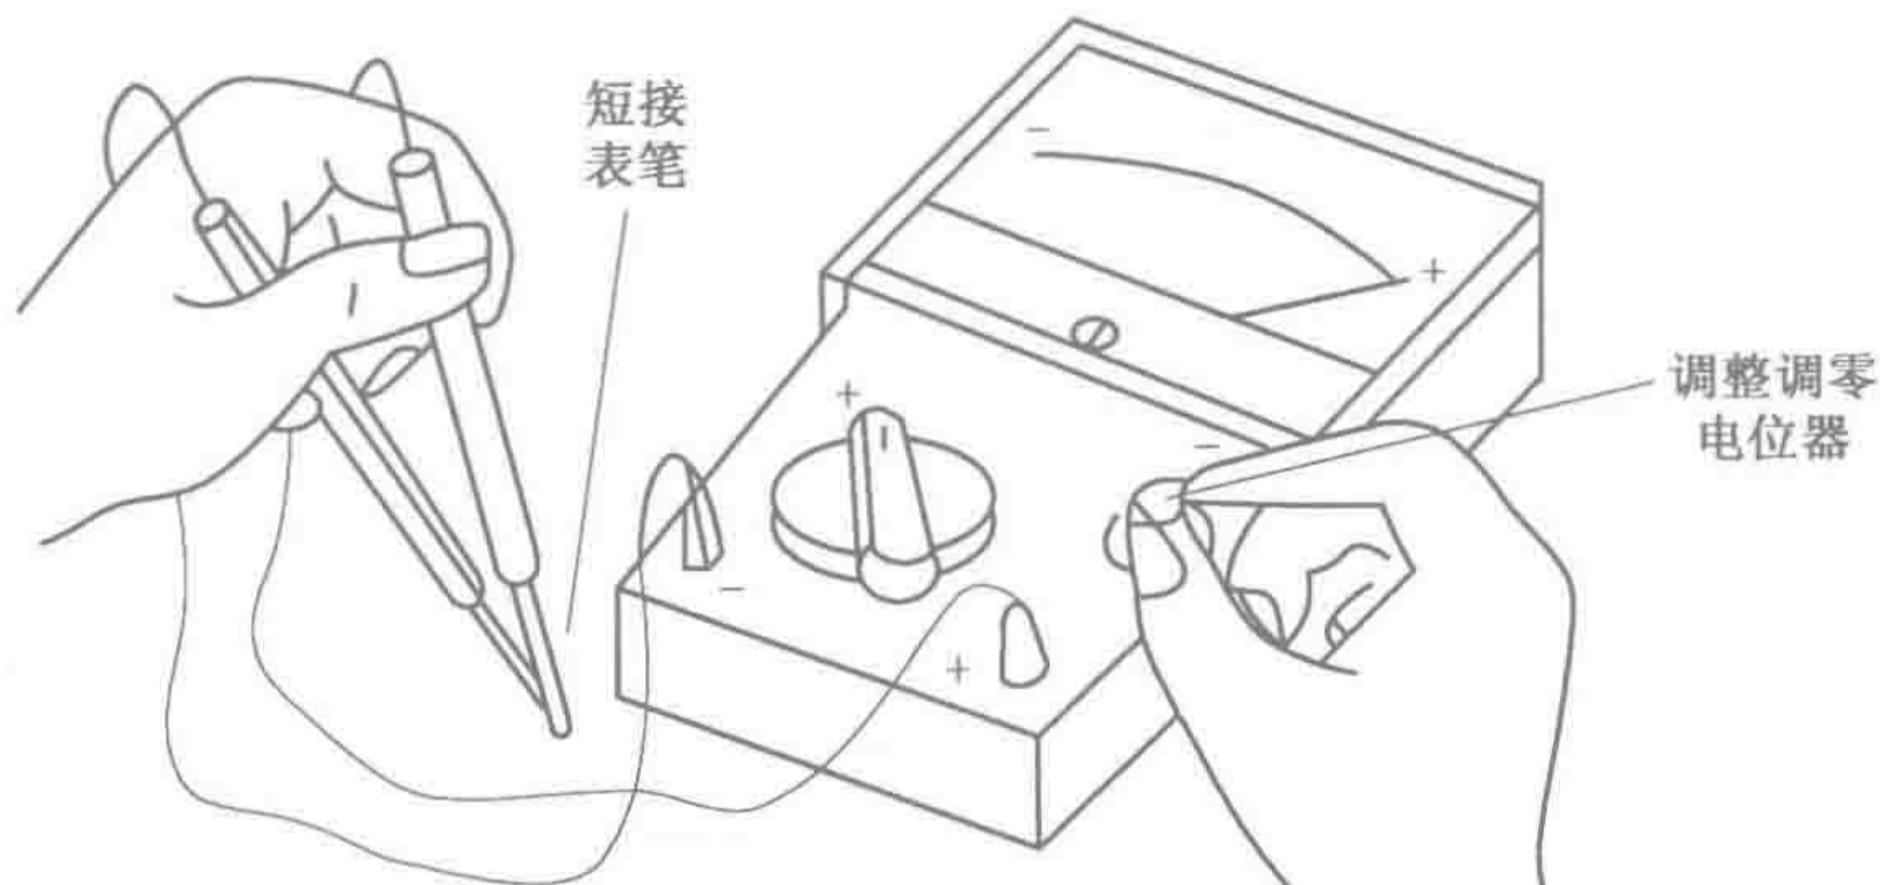

图 1-5 万用表调零
1) 将万用表的功能选择开关旋转到适当量程的电阻挡,将两表笔短路调零,使表头指针指向“0”,然后再进行测量,如图 1-5 所示。在测量中,每次变换量程后,如从 R×1 挡换到 R×10 挡或其他挡,都必须重新调零。